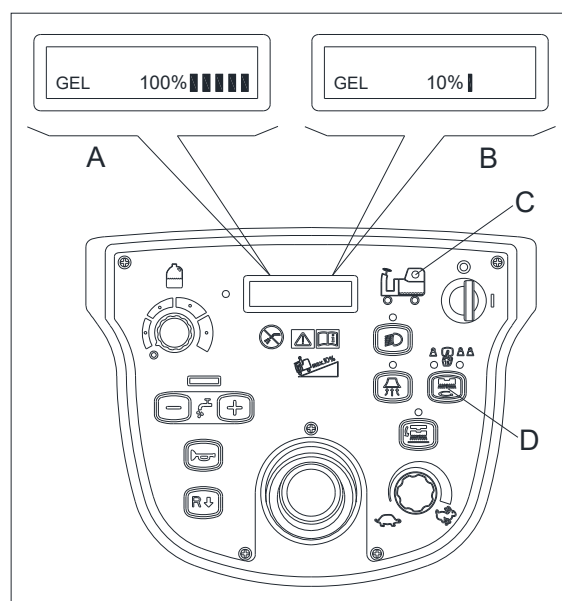
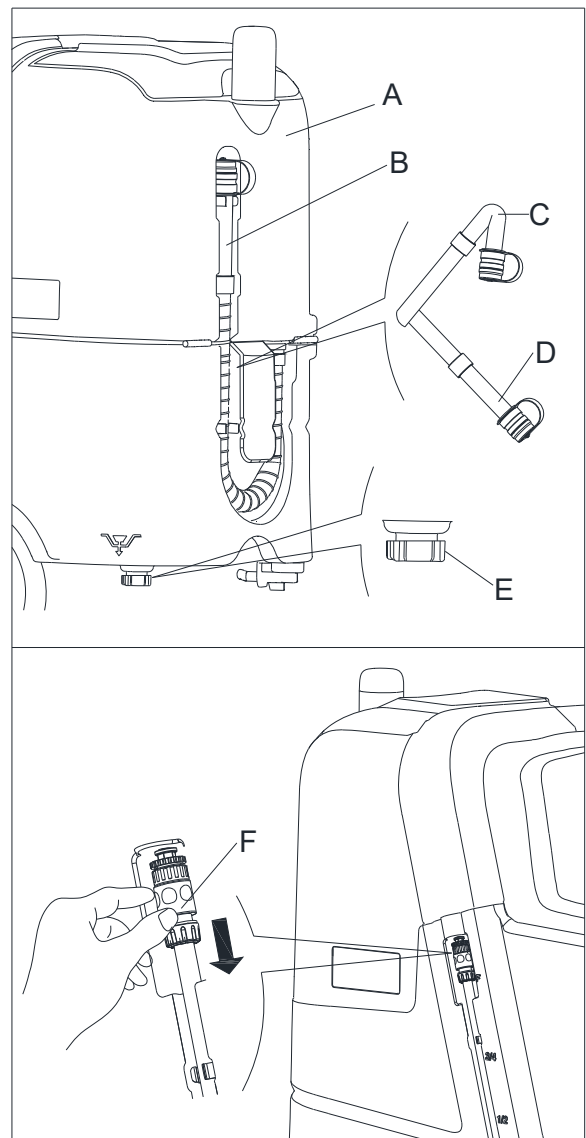

Abbildung 15
Abbildung 16
Wenn die Batterien voll sind, werden fünf Rechtecke mit 100 % rechts unten auf dem LCD-Bildschirm angezeigt. (A, Abbildung 15). Wenn nur ein Rechteck zusammen mit „10 %“ (B, Abbildung 15) angezeigt wird, bedeutet dies, dass die Batterieleistung niedrig ist, und der Bürstenmotor und der Saugmotor stoppen. Bitte laden Sie die Batterien erneut auf.
Wenn die rote LCD-Anzeige (C, Abbildung 15) leuchtet, ist der Sammelbehälter (A, Abbildung 16) voll, der Saugmotor hört auf, den Boden zu trocknen. Leeren Sie den Sammelbehälter in Schritten:
3. Drain the recovery tank using the drain hose (B, Figure 16), then clean the recovery tank.
Beim Ablassen des Schmutzwassers, muss der Ablaufschlauch abgelenkt sein (C, Abbildung 16) und in eine niedrige Stellung bewegt werden (D, Abbildung 16), bevor Sie die Ablaufschlauchabdeckung öffnen. Vermeiden Sie, dass der Ausgang des Ablaufschlauches beim Ablassen nach oben zeigt, um zu verhindern, dass der Betreiber vom Schmutzwasser bespritzt wird.
2. Leeren Sie den Lösungsmitteltank durch die Ablassabdeckung (E, Abbildung 16). Danach spülen Sie den Tank mit sauberem Wasser.
Das Wasser kann auch durch Ziehen des Abflussanschlusses (F, Abbildung 16) abgelassen werden.